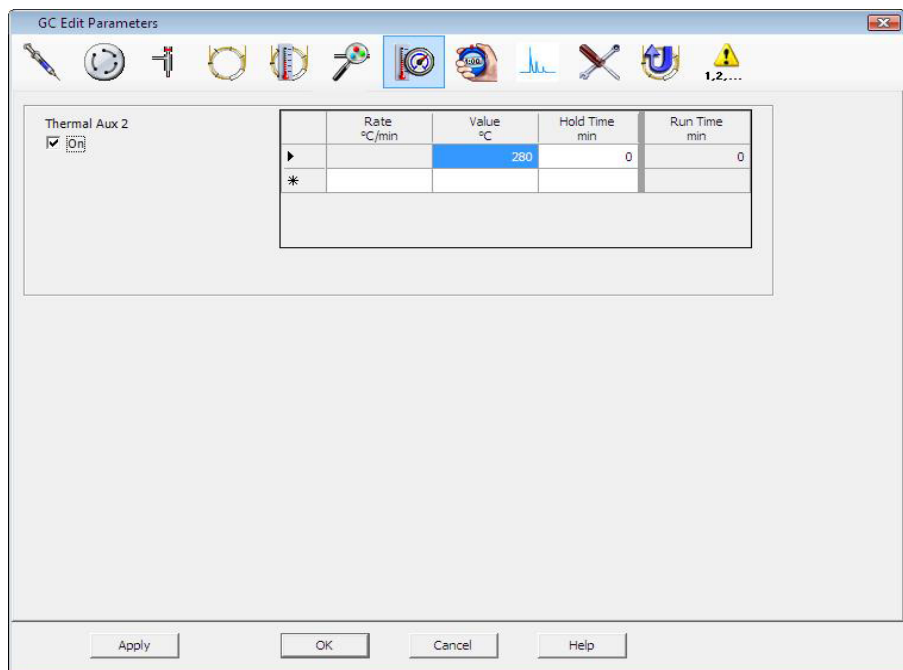

Abb. 16 Einstellen der Verbindungstemperatur
- 3 Klicken Sie auf **Aux**, um die Verbindungstemperatur zu bearbeiten (Abb. 16).